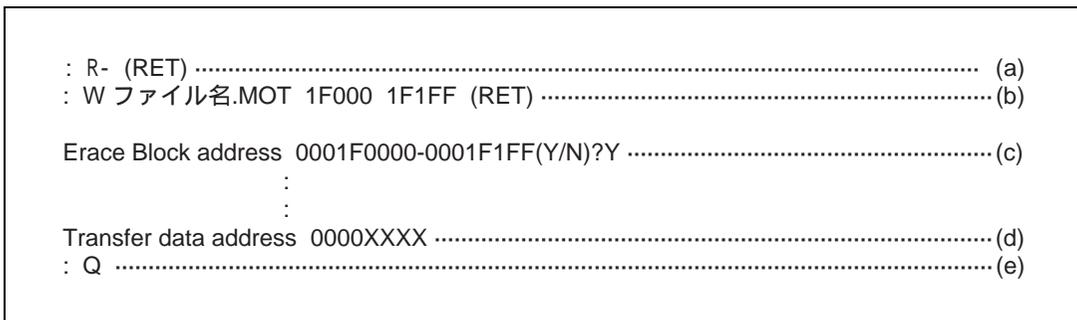

図 4.22 RAM エミュレーション時の PC I/F ソフト操作方法 (3)
- (9) RAMによるフラッシュメモリのエミュレーションで、再度データを書き換える場合は、操作方法(6)から行なってください。オーバーラップさせたRAMの内容をフラッシュメモリへ書き込む場合は、図4.22のようにPC I/Fソフトを操作し、フラッシュメモリへ書き込みを行なってください。